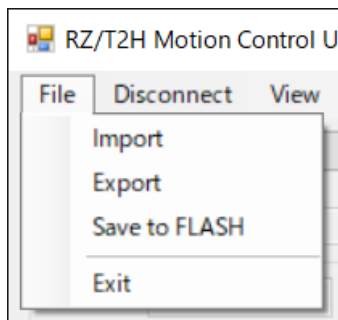

図 4-3 「File」メニュー
- (9) 「File」メニュー(図 4-3)から「Import」を選択して、解凍したモータパラメータ(./default.mtr)をインポートします。
- (10) 「File」メニュー(図 4-3)から「Save to FLASH」を選択して、インポートしたモータパラメータをシリアルフラッシュメモリに保存します。
- (20) 「File」 メニュー(図 4-3)から「Exit」を選択、または「閉じる」 ボタンを押下して、RZ/T2H Motion Control Utility を終了します。